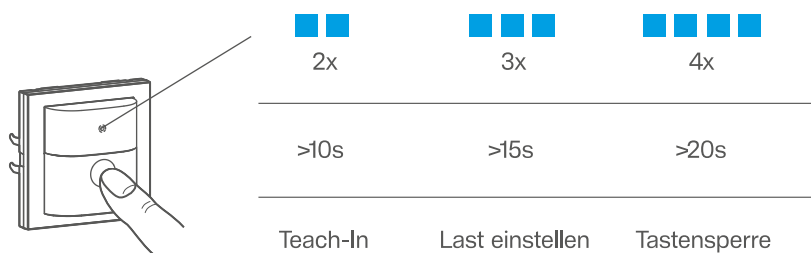

Bild 4: Auswahl der Sonderfunktionen und Status-LED
- Halten der Taste aktiviert Sonderfunktionen. Die Auswahl der Sonderfunktionen wird durch die Status-LED unterstützt (siehe Bild 4).